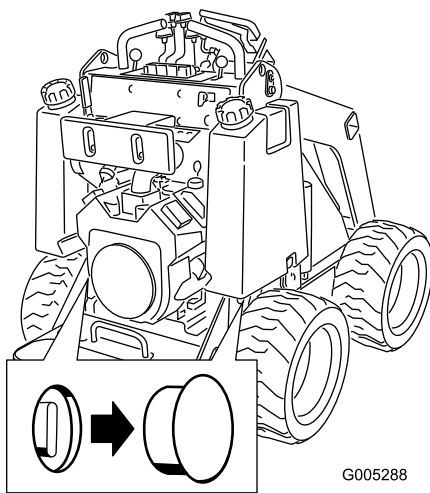

Bild 11
2. Entfernen Sie die Abdeckungen aller Schleppventile (Bild 11).